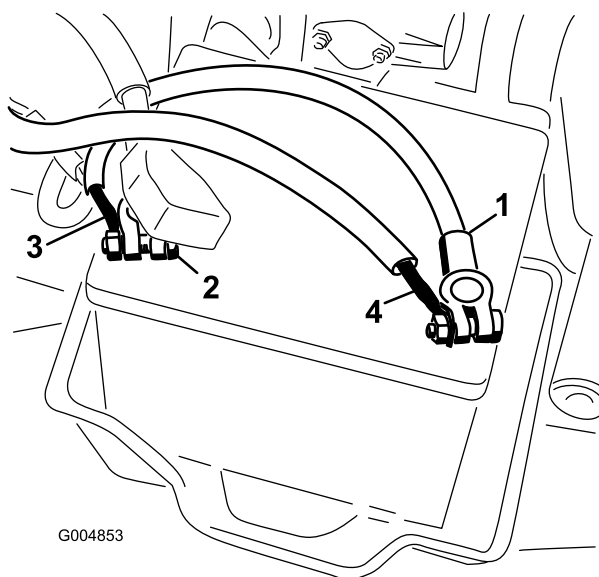

Рисунок 26
11. Подсоедините жгут проводки к положительной клемме аккумулятора (Рисунок 26).
12. Подсоедините черный провод к отрицательной клемме аккумулятора (Рисунок 26).